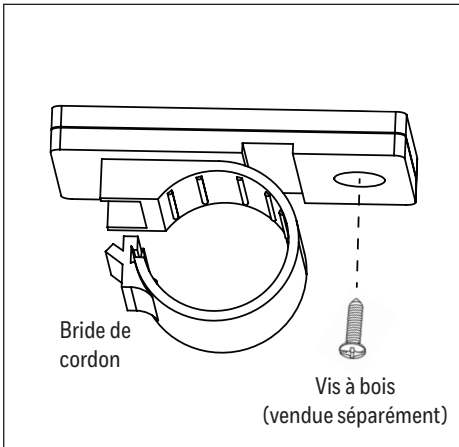

Figure 1.7
- (Facultative) Les brides de cordon sont dotées d'un trou rond pour permettre l'insertion d'une vis à bois (vendue séparément) comme option de rechange à la méthode de ruban adhésif (Figure 1.7).